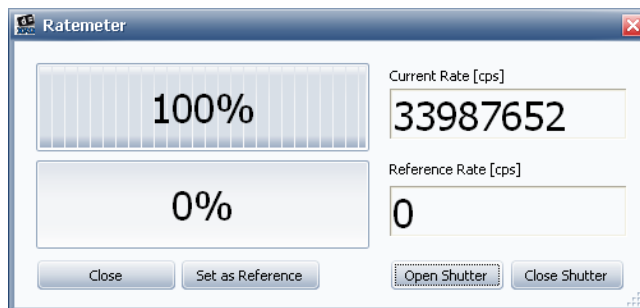
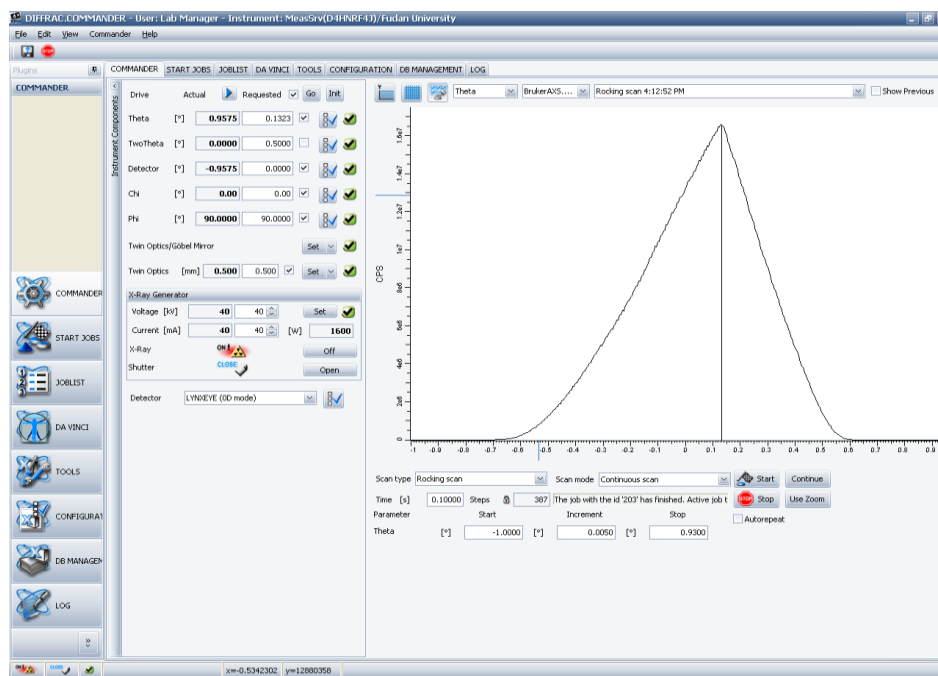

图 7-9
图 7-11
7.6 光管和探测器都放到零，打开 Ratemeter，然后调节样品高度，直到强度变成最大强度的一半（图 7-9，7-10）。做 rocking scan，扫描范围在 $-1^{\circ}$ 至 $1^{\circ}$ ，步长为 $0.02^{\circ}$ ，观察谱峰位置，双击峰位，将 2theta 改为 $0^{\circ}$ （图 7-11）。打开 Ratemeter，重新调节样品高度，直到强度重新变成最大强度的一半。至此，样品高度调整完毕。如果设备配备了自动 Z 轴马达，则可以使